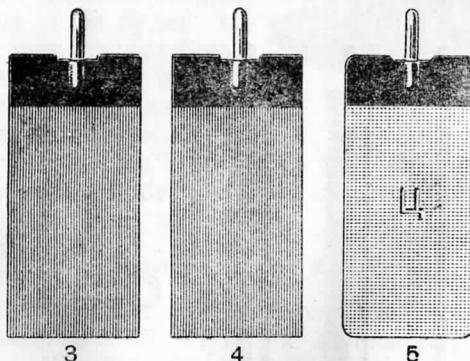
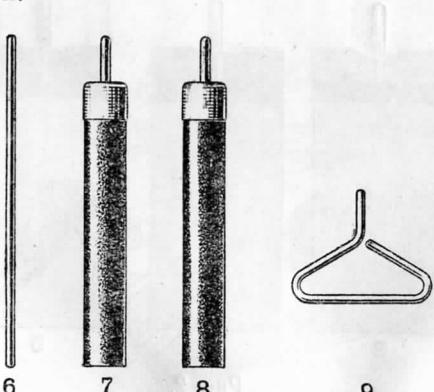

Рис. 2.
Рис. 3.
- 3) две медные пластины (3, 4) (рис. 2);
- 4) цинковая пластина (5), неамальгамированная;
- 5) алюминиевый стержень (6) (рис. 3);
- 7) петля (9) для подвешивания предметов при гальваностении (рис. 3).